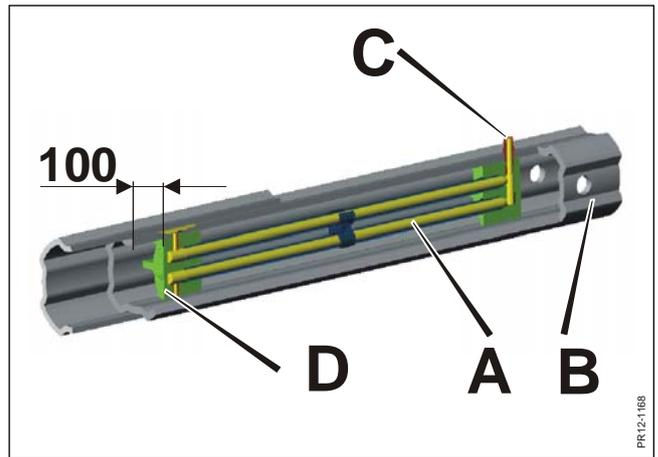

Fig. 2-10
- Fig. 2-10** Die Gelenkwelle hat ein inwendiges Schmiersystem **A**, wobei es möglich ist, die Profilrohre **B** bei Punkt **C** zu schmieren, ohne die Welle zerlegen zu müssen. Wegen dieses Schmiersystems kann maximal 100 mm (= der Abstand zur Schmierbuchse **D**) abgekürzt werden. In extremen Fällen, wo eine weitere Kürzung nötig ist, muss auf der anderen Seite der Buchse gekürzt werden, und das Schmiersystem muss abmontiert werden. Hiernach die 2 Hälften trennen und die Rohre schmieren.